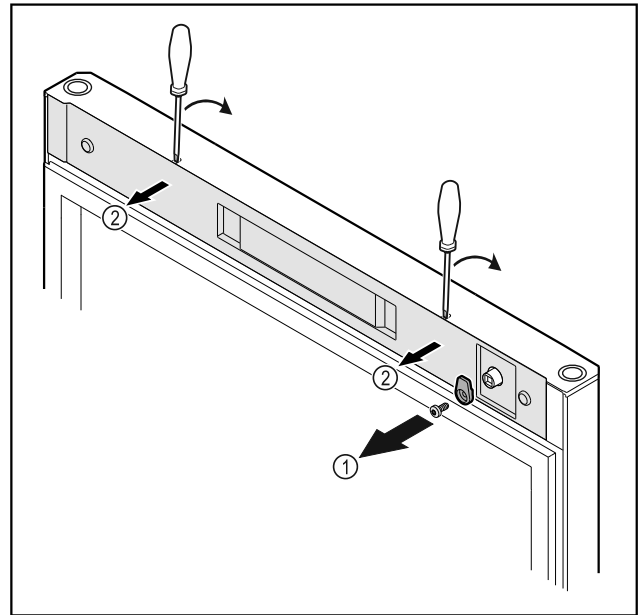

Fig. 18
- Odšroubujte petlici Fig. 18 (1).
- Uvolněte kryt Fig. 18 (2) malým šroubovákem a sejměte jej.